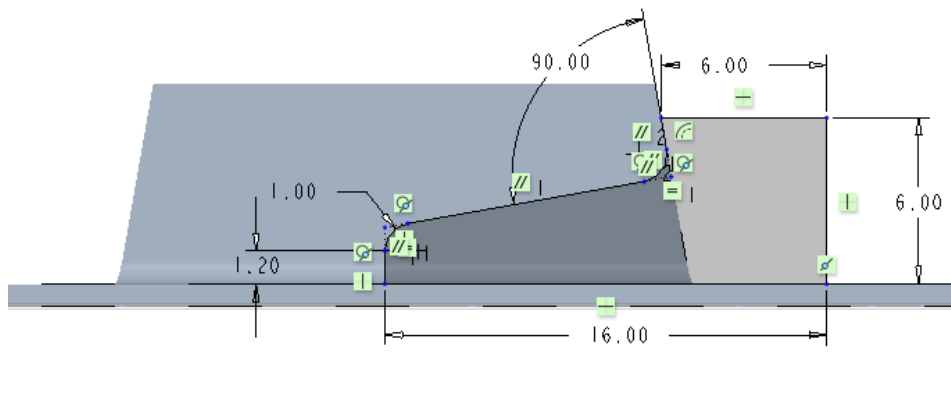

图 6-27 绘制图形
(3) 通过  (参考) 按钮来指定绘图和标注参考, 使用相关的草绘工具绘制图 6-27 所示的剖面, 单击  (确定) 按钮。